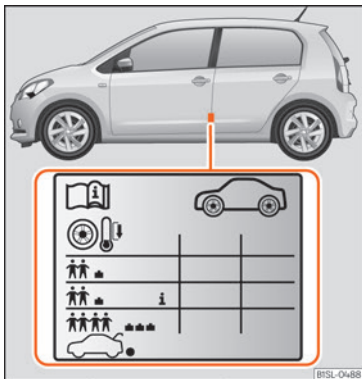

Fig. 159 Placering af mærkatet med dæktryk.
- Tilpas dæktrykket til bilens læs »» Fig. 159.
Du kan se angivelserne vedr. dæktrykket på en mærkat på førerders stolpe »» Fig. 159.
Afhængigt af bilen kan dæktrykket indstilles til halvt læs for at forbedre kørekomforten (dæktryk i »» Fig. 159). Ved kørsel med komfortdæktryk kan energiforbruget blive øget en anelse.
Tilpas altid dæktrykket til bilens aktuelle læs. Hvis bilen er fuldt læsset, skal dæktrykket øges til den maksimale værdi, der er angivet på dæktryksmærkatet »» Fig. 159.
Et minimeret nødhjul (125/70 R 16 eller 125/70 R 18) skal påfyldes et tryk på 4,2 bar i henhold til angivelserne på dæktryksmærkatet »» Fig. 159.
- Føreren er ansvarlig for, at der er et korrekt dæktryk på alle bilens dæk. Det anbefalede dæktryk står på en mærkat »» Fig. 159.
- Overhold altid det korrekte dæktryk i kolde dæk som angivet på mærkaten »» Fig. 159.